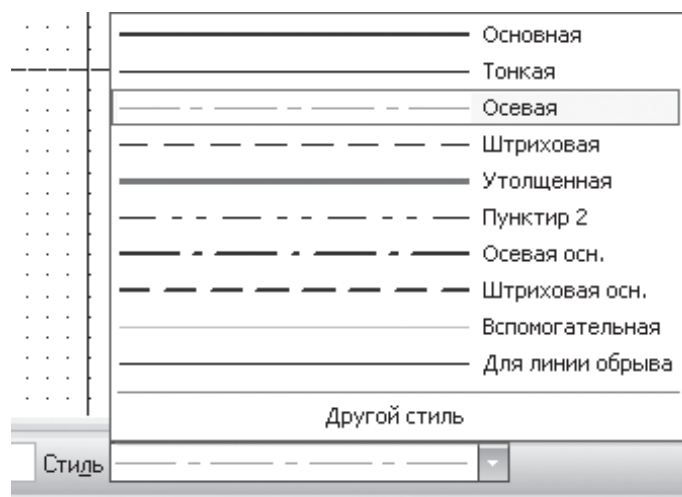

Рис. 121
12. Выбрать команду *Отрезок* и установить на панели свойств стиль начертания линии *Осевая* (рис. 121).